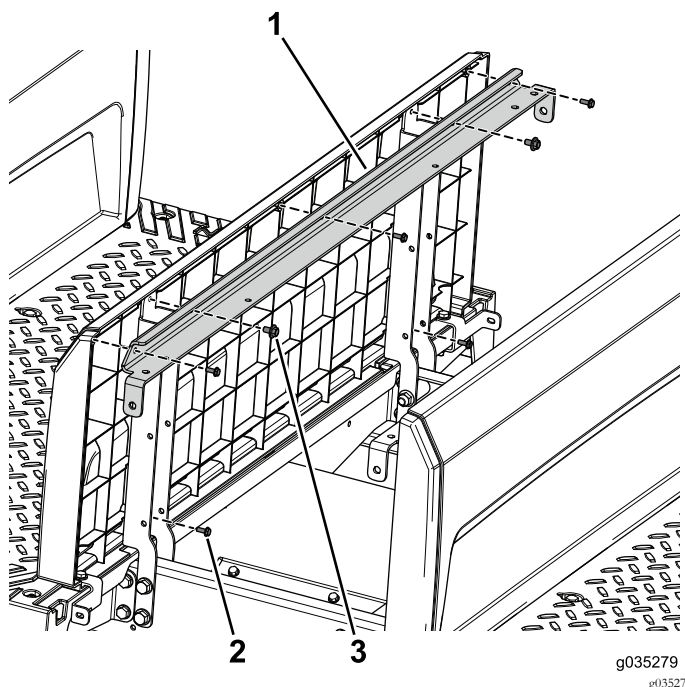

Figure 94
3. Fixez le support en équerre et le panneau de base du siège sur les supports de siège gauche et droit à l'aide des 2 ensembles boulon et rondelle (1/4" x 1/2") (Figure 94).
4. Avec les 5 vis (n° 10 x 1/2"), fixez le panneau arrière au support en équerre et aux supports de siège (Figure 94).